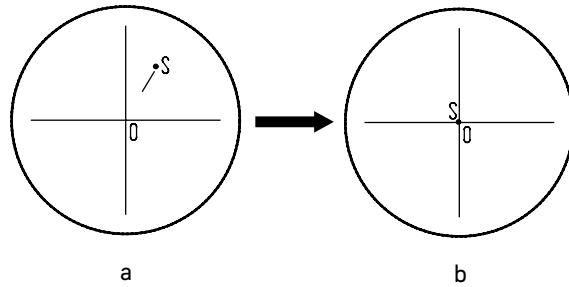

Рис. 21. Настройка канала визуализации
- Установите рукоятку переключения светового потока 3 в положение для наблюдения через окуляры. Наблюдая объект через окуляры, найдите отличительную точку в поле зрения (легко идентифицируемую цель, такую как точка S на рис. 21а), переместите объект на предметном столике так, чтобы данная точка находилась в центре поля зрения, как показано на рис. 21б. Для этой процедуры вместо обычного препарата удобно использовать специальный калибровочный слайд с перекрестием, а вместо обычного окуляра – окуляр с перекрестием.